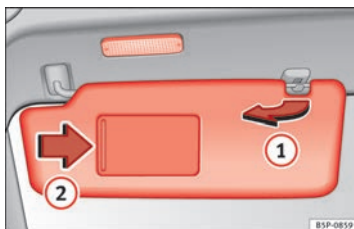

Abb. 77 Sonnenblende auf der Fahrerseite.
Die Sonnenblenden für den Fahrer und Beifahrer können aus der Halterung in der Fahrzeugmitte herausgezogen und zu den Türen geschwenkt werden ⇒ Abb. 77 ①.